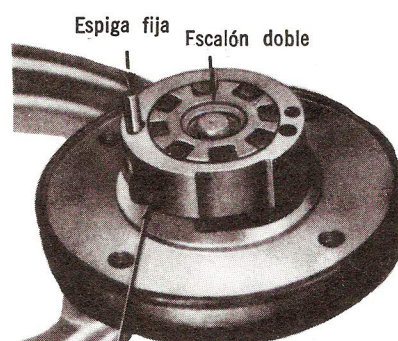

Fig. 34 — Instalación de Leva y Rotor.
9. Instale la leva y el rotor en la placa de la cubierta de la bomba, con la espiga fija pasando por el primer agujero a la izquierda de la muesca de la leva cuando la flecha en el diámetro exterior de la leva señala hacia la placa inferior de presión (Fig. 34). Si la leva y el rotor no se asientan, gire ligeramente el eje del rotor hasta que los dientes estriados se acoplen, permitiendo que la leva y el rotor caigan a su lugar.